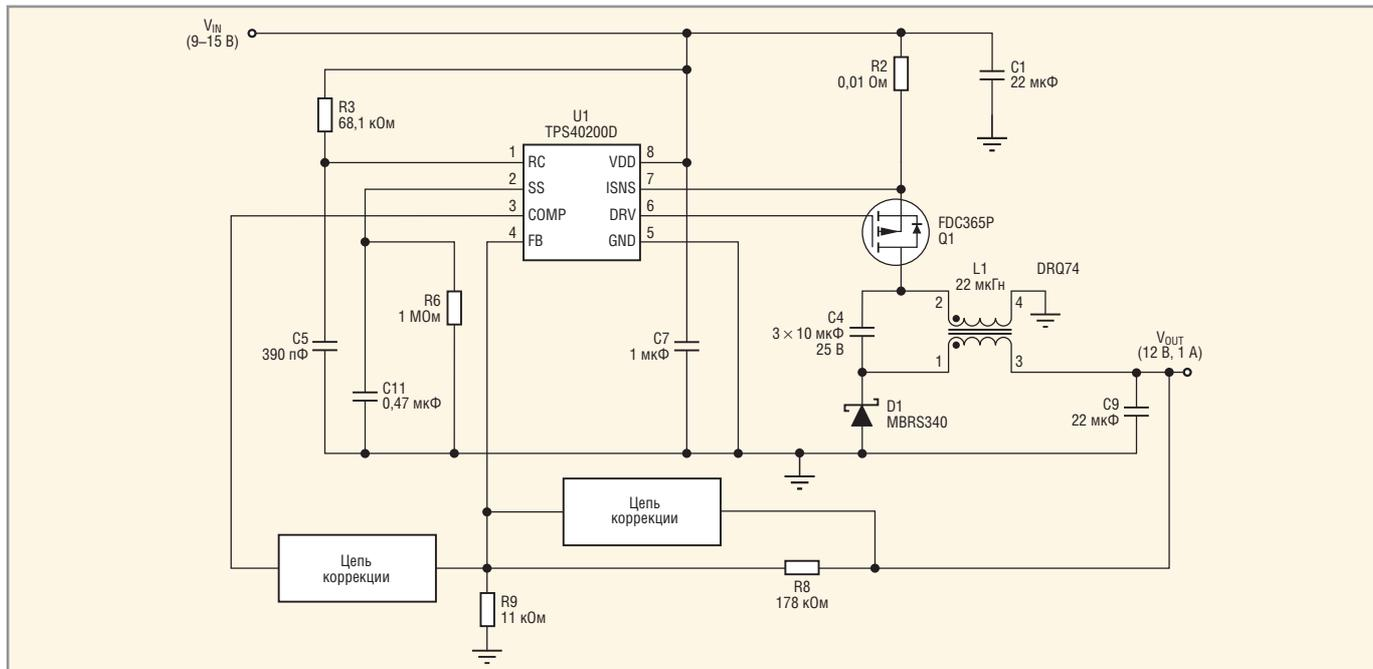

Рис. 2. Преобразователь ZETA с микросхемой TPS40200 (TI) и катушкой Coiltronics DRQ74
Рисунок 2 показывает ИС типа TPS40200 (TI) и катушку Coiltronics DRQ74 в конфигурации ZETA. Получая преимущество от расщепления пульсирующего тока в катушке индуктивнос-